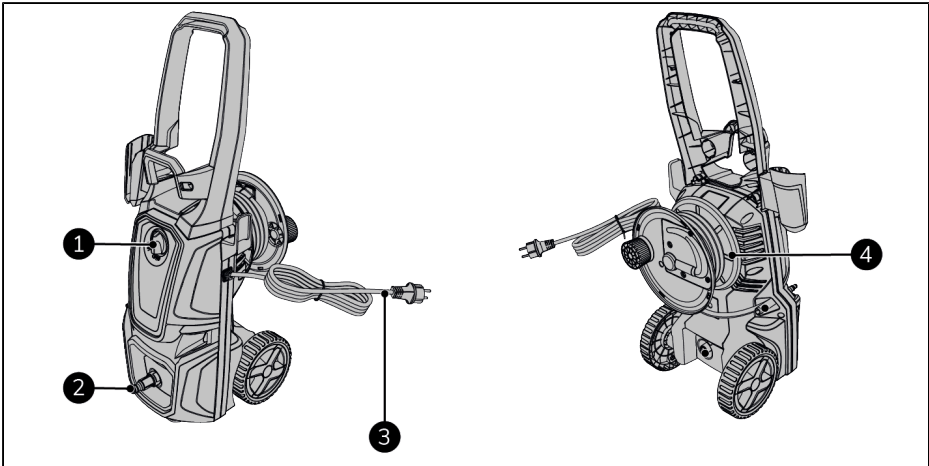

Abbildung 51.
2. Stellen Sie sicher, dass sich der Schalter EIN(I)/AUS(O) (Abbildung 51, Pos. 1) in der Position AUS(O) befindet.
3. Stecken Sie den Netzstecker (Abbildung 51, Pos. 3) in eine leicht zugängliche Steckdose.
4. Rollen Sie den Hochdruckwasserschlauch von der Schlauchtrommel (Abbildung 51, Pos. 4) ab.
5. Schließen Sie die Wasserversorgung an das Gerät an (Abbildung 51, Pos. 2).